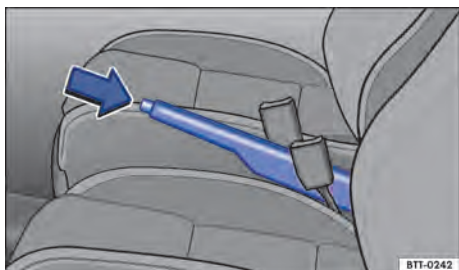

Fig. 82 Entre os bancos dianteiros: alavanca do freio de estacionamento.
- Puxar a alavanca do freio de estacionamento para cima com o botão bloqueador pressionado → Fig. 82 (seta).
- Puxar a alavanca do freio de estacionamento um pouco para cima e pressionar o botão bloqueador → Fig. 82 (seta).